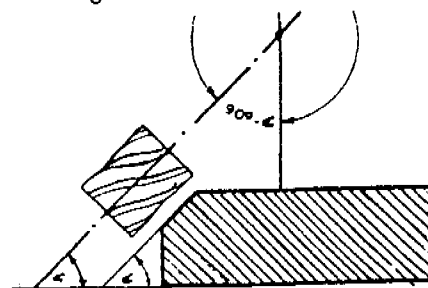

Figura 4
2. Para obtener la inclinación mediante fresado tangencial, gire el cabezal universal en un ángulo que sea complementario al ángulo que se quiere conseguir en la pieza ( Figura 4 ).